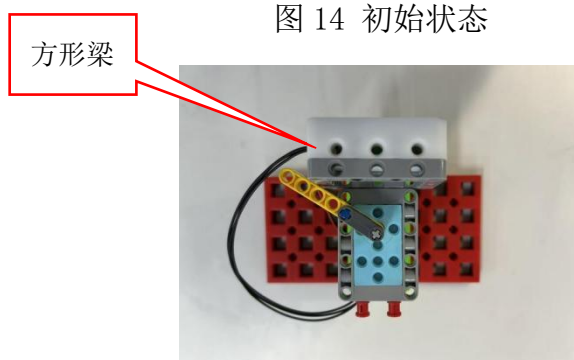

图 15 完成状态示意
(2) 得分标准：通过坐标感应器校准坐标指针，坐标指针与方形梁接触，得 200 分，如下图 15 所示。